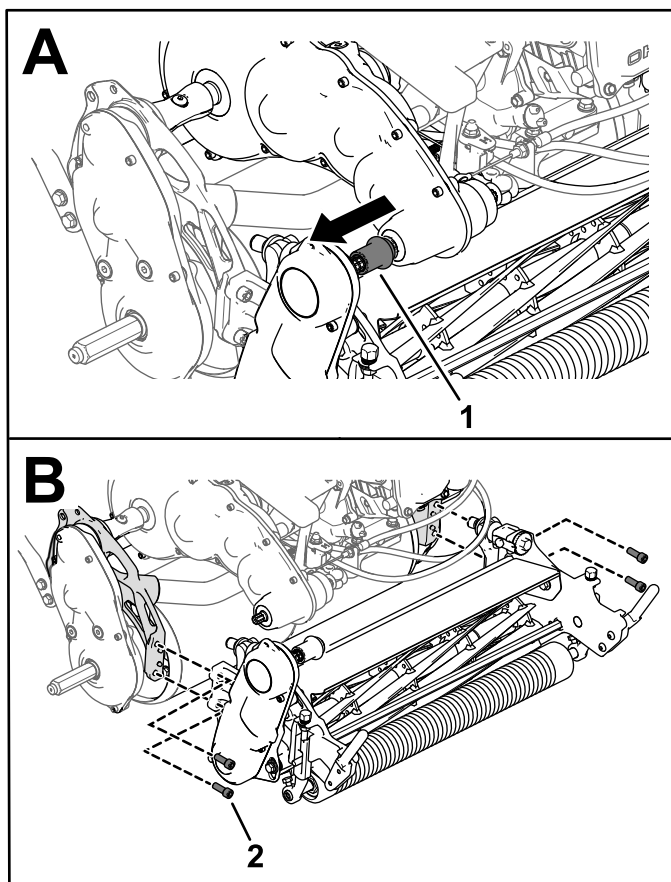

Figura 50
3. Eliberați elementul de cuplaj de acționare pentru unitatea de tăiere de la arborele de transmisie (Figura 50).
4. Scoateți uruburile cu cap imbus care fixează unitatea de tăiere pe cadru (Figura 50).